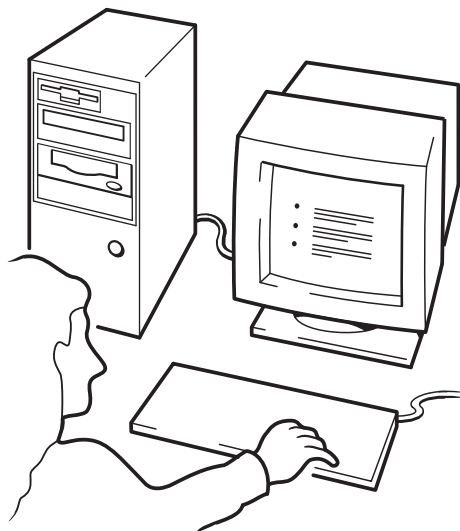

図 13c: HP OBDR、ステップ 3
- 3 画面の指示に従ってオペレーティング・システムのセットアップを行います (図 13c を参照)。通常は、すべてのメッセージに対し、[Enter] を押してデフォルトの応答を受け入れることができます。